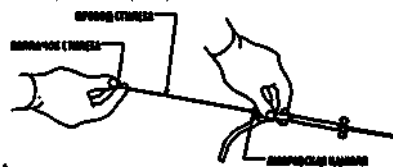

Рис. 5
- Извлеките провод стилета из внутреннего просвета. (Рис. 5.) Не пытайтесь вставить стилет повторно.